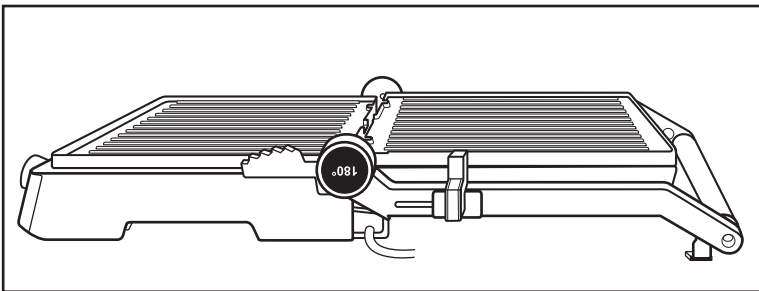

Fig. 2
- 3) Le piastre riscaldanti ❷ si trovano ora l'una vicina all'altra e possono essere utilizzate come grill (fig. 2).